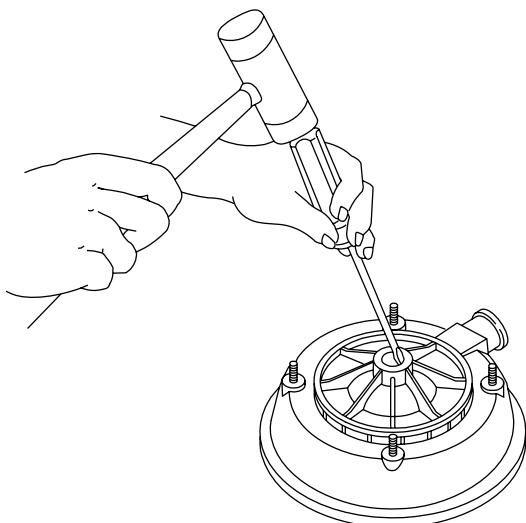

Figura 23 – Golpetear y sacar el sello
- Coloque la mitad del cuerpo de la bomba boca abajo sobre una superficie plana y golpetee para sacar la mitad estacionaria del sello (consulte la Figura 23).